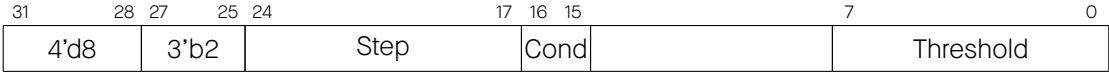

图 30-10. 指令类型 - JUMPS
- Operand**    **描述** - 见图 30-10